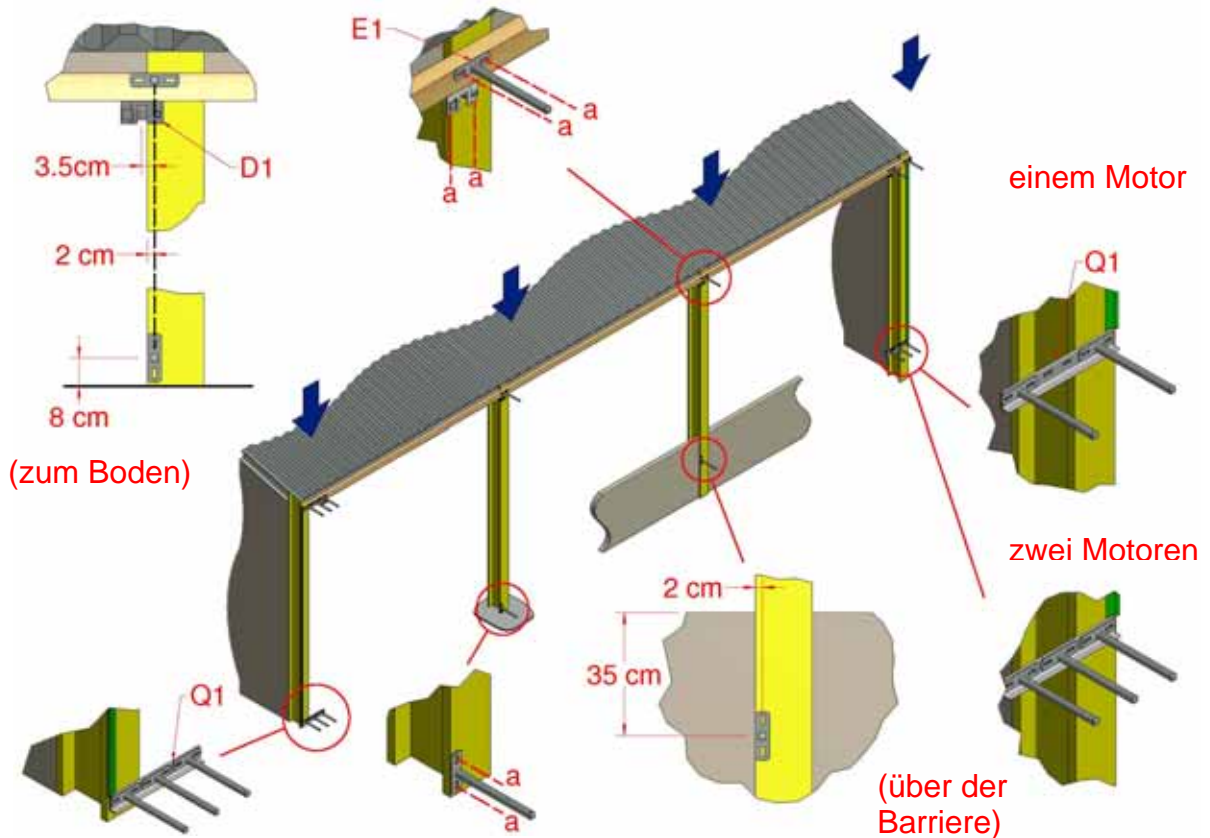

Abbildung 5b: Montage der Halterung für die mittleren Führungsrohre (stirn-/stirnseitige Ausführung)
- 2.4 An jedem Zwischenpfosten der Hallenfelder die oberen Endstützen (D1) an der Unterseite des Holzträgers so befestigen, dass die Stützen gegenüber der Mitte der oberen stirnseitigen Halterung um 3,5 cm versetzt sind, wie in Abbildung 5a für stirn-/kopfseitige Konfiguration bzw. Abbildung 5b für stirn-/stirnseitige Konfiguration gezeigt.
- b) Bei stirn-/stirnseitiger Montage die untere stirnseitige Halterung (E1) so montieren, dass sie vertikal auf die obere stirnseitige Halterung ausgerichtet ist, und zwar in der in Abbildung 5b gezeigten Richtung. Dabei muss je nach bestellter Option auf den Abstand vom Fußboden oder unterhalb der Barriere geachtet werden. Untere Abdeckhalterung für stirn-/stirnseitige Montage (Q1) und stirnseitige Halterungen (E1) am Gebäudepfosten montieren, und zwar so, dass die Höhe den unteren stirnseitigen Halterungen an den mittleren Führungsrohren entspricht und die Halterung vertikal auf die oberen stirnseitigen Halterungen ausgerichtet ist.